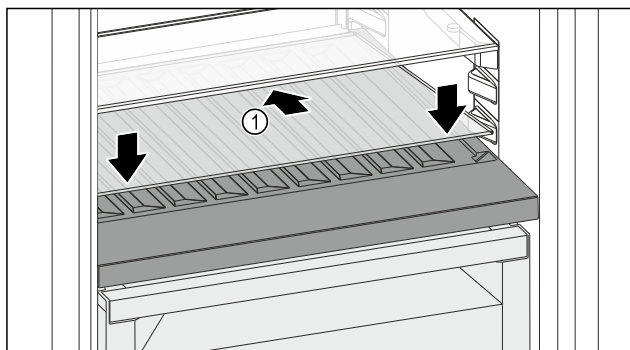

Fig. 190
- Вставьте стеклянную пластину Fig. 190 (1) наискосок и с уклоном назад вниз.
- Опустите стеклянную пластину Fig. 190 (1) спереди.